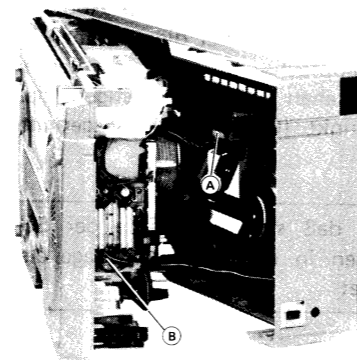

Figure 7-3
- 4) Pull out the socket (A) connected to the meter inside the front cabinet and the socket (B) connected to the power amplifier P.W.B. See Fig. 7-3.
- 4) Den an das Anzeigeinstrument in der vorderen Gehäusehälfte angeschlossenen Anschluß (A) und den an die Endverstärker-Leiterplatte angeschlossenen Anschluß (B) herausziehen. Siehe Abb. 7-3.
- 4) Retirer la douille (A) connectée au compteur à l'intérieur du coffret avant, et la douille (B) connectée à la plaquette de câblage imprimé de l'amplificateur d'alimentation. Voir Fig. 7-3.